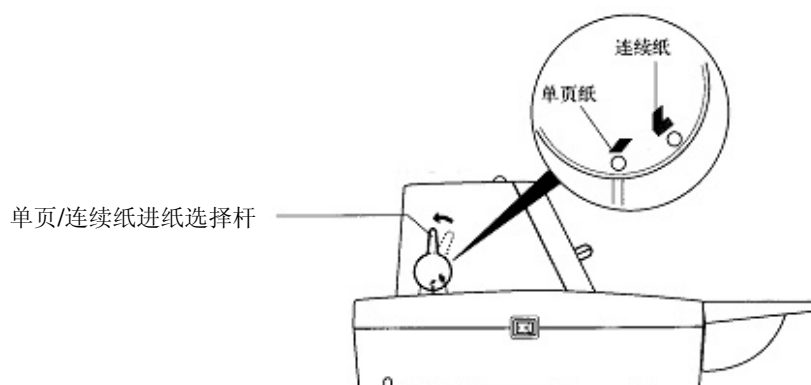

图 3-2 单页/连续纸进纸选择杆设置方式
- 设定单页/连续纸进纸选择杆于单页打印方式状态（如图 3-2 所示）。